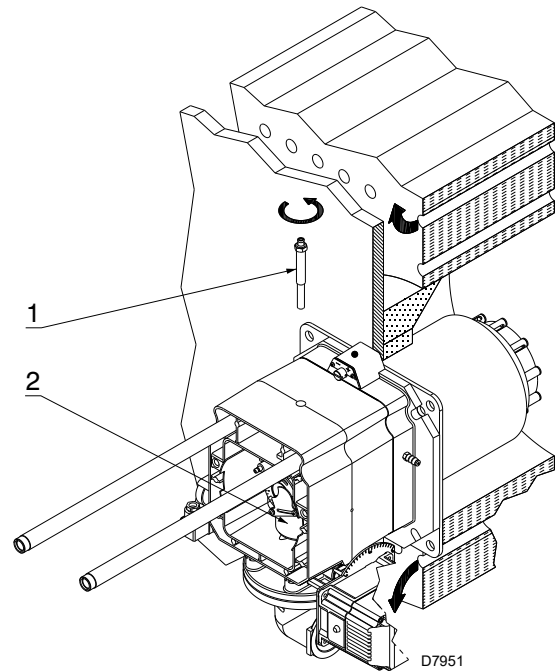

Abb. 14
- die Schraube 1)(Abb. 14) entfernen;
- das Innenteil 2)(Abb. 14) des Kopfes herausziehen und deren Einstellung vornehmen.
An dieser Stelle der Installation ist der Flammkopf am Heiz-kes-sel wie in Abb. 14 befestigt.